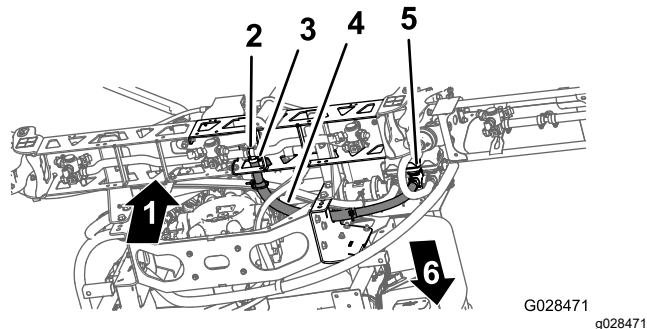

図 44
1. センターブームのホースを 図 44 のように配置する。
2. センターブームについているT字フィッティングのバーブ部分にブームホースを接続し、ホースクランプでホースを固定する (図 44)。